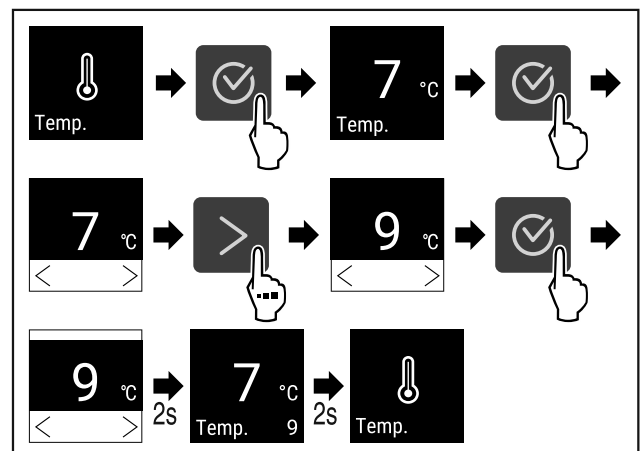

Fig. 67 Temperatuurwissel van 7 °C tot 9 °C
- ▶ Stappen (zie Fig. 67) uitvoeren.